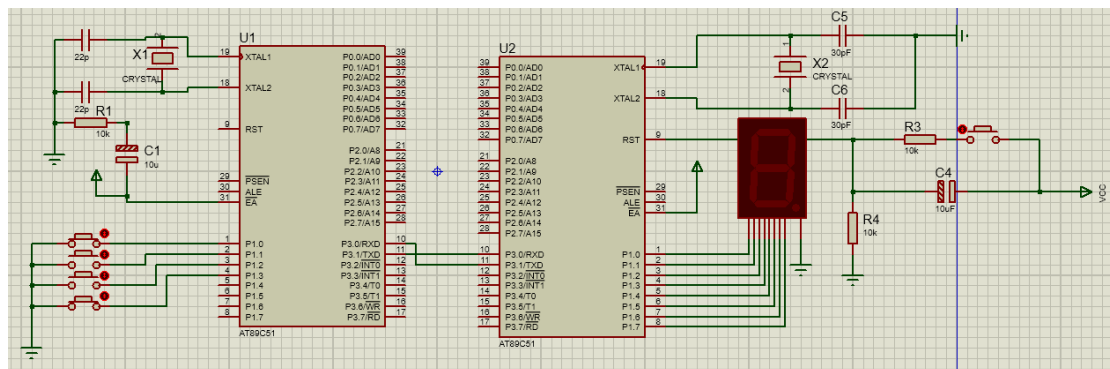

图 1 实验内容 1 电路图
1. 实验内容 1: 甲、乙双机串行通信, 甲机 P1 口接 8 个按键开关, 乙机 P1 口接 1 个 LED 数码管, 要求读入甲机的开关状态, 通过串行口发送到乙机, 乙机在 LED 数码管上显示 0~F。双方晶振均采用 11.0592MHz, 波特率 2400, 采用串口工作方式 1。参考电路见图 1。